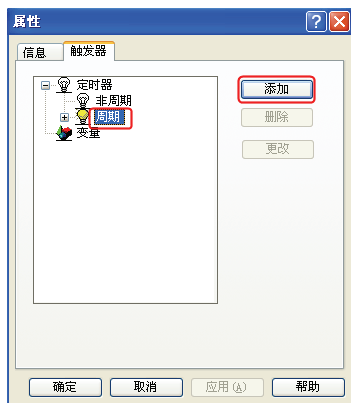
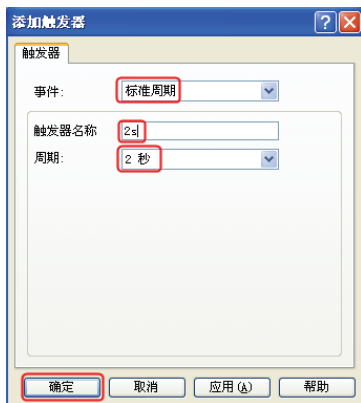

图 9-27 “属性”对话框
图 9-28 添加触发器
7) 设置触发器。单击全局脚本编辑器上工具栏中的“信息/触发”按钮, 弹出“属性”对话框, 如图 9-27 所示, 选定定时器的“周期”选项, 单击“添加”按钮, 弹出如图 9-28 所示的对话框, 选择“标准周期”选项, 触发器的名称读者可以自行命名(本例为 2s), 触发器的周期为 2s, 最后单击“确定”按钮。